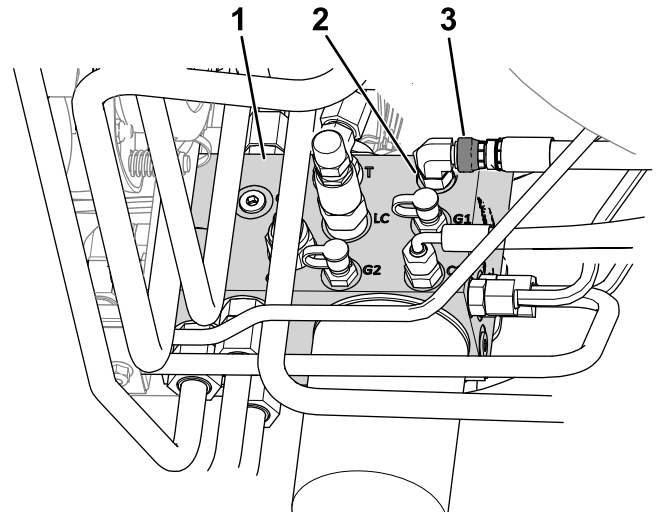

Figura 9
- B. Afloje la tuerca giratoria de la manguera conectada al orificio C1 del distribuidor hidráulico (Figura 9).
- E. Apriete la tuerca giratoria de la manguera del orificio C1 (Figura 9) a 41 N·m (30 pies-libra).